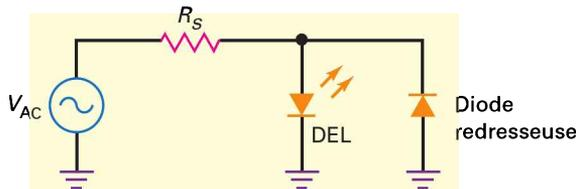

Figure 5.23
Les LED sont souvent utilisées pour signaler la présence de tensions alternatives. La figure 5.23 montre une source AC branchée sur un indicateur à LED. En présence d'une tension alternative, la LED est parcourue par un courant pendant l'alternance positive. Pour les alternances négatives, la diode de redressement conduit et de ce fait protège la LED des tensions inverses trop élevées. Si la tension alternative de la source est $20 V_{\text{eff}}$ et la résistance série 680Ω , quel est le courant moyen dans la LED ? Calculez aussi la puissance moyenne dissipée dans la résistance en série.
Négliger la chute de tension directe dans la figure 5.23 revient à dire que l'extrémité droite de la résistance en série est à la masse. La puissance dissipée est alors égale au carré de la tension de la source divisé par la valeur de la résistance, soit :
Si la tension de la source (figure 5.23) augmente, la puissance dissipée dans la résistance peut augmenter de plusieurs watts. C'est un inconvénient car les résistances de puissance sont trop volumineuses et onéreuses pour beaucoup d'applications.
5.14 Avez-vous compris ? Si la tension AC d'entrée de la figure 5.23 est de 120 V et la résistance série de $2 \text{ k}\Omega$, déterminer le courant moyen dans la LED et la puissance dissipée par la résistance série.
La figure 5.24 illustre l'indicateur lumineux de mise sous tension d'une alimentation. Le schéma est similaire à celui de la figure 5.23, sauf qu'il y a un